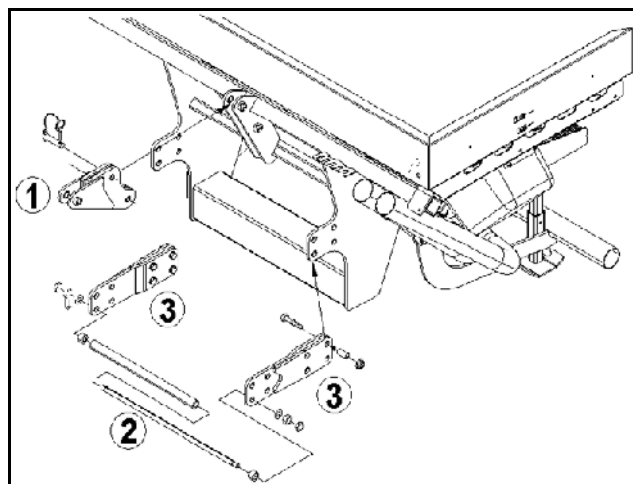

Fig. 35
1. Fest toppstagforlengelsen (Fig. 35/1) med to bolter på FRS og sikre med låsesplinter.
2. Løsne trekkstangfestet (Fig. 35/2) på standard trekkstangpunktene.
3. Fest trekkstangfestet på trekkstangforlengelsene (Fig. 35/3). Pass på korrekt montering av vridningssikringen.